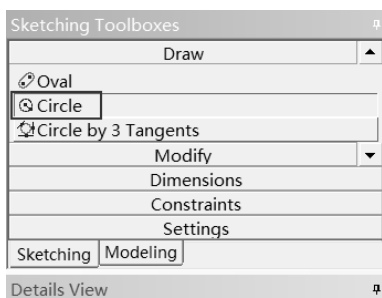

图 14-5 草绘工具箱
Step3 在 Tree Outline 下面单击 Sketching 选项卡 此时会出现如图 14-5 所示的 Sketching Toolboxes（草绘工具箱），草绘所有命令都在 Sketching Toolboxes（草绘工具箱）中。